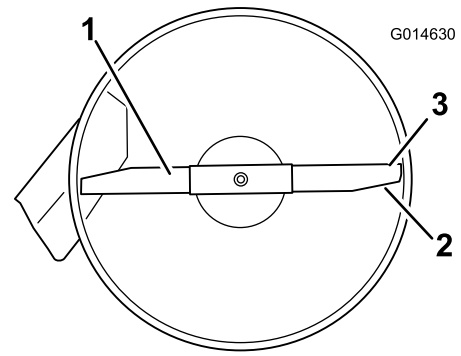

Figure 50
4. Faites pivoter la ou les lames avec précaution pour qu'elles soient toutes parallèles (Figure 50).
5. Mesurez la distance entre les tranchants extérieurs et le sol plat (Figure 50). Si les deux mesures diffèrent de plus de 5 mm, un réglage s'impose. Poursuivez la procédure.